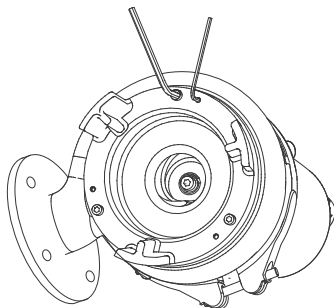

Fig. 12 Bomba vista do lado da aspiração
d) A folga do impulsor está incorreta.	Reajuste o impulsor. Consulte a secção <a href="#">10.2 Ajuste da folga do impulsor</a> , fig. 12.